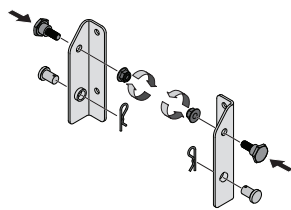

Figura 1
1. Si no se instaló ya de fábrica, instale un perno con reborde de su paquete de herrajes en cada soporte, asegurándolo con las tuercas de seguridad con brida que también se incluyeron en el paquete de herrajes del conjunto del soporte (689-00086A). Consulte la Figura 1.
2. Si ya está instalado en los soportes, retire los sujetadores y pasadores de horquilla y consérvelos para las instrucciones más adelante. Consulte la Figura 1.